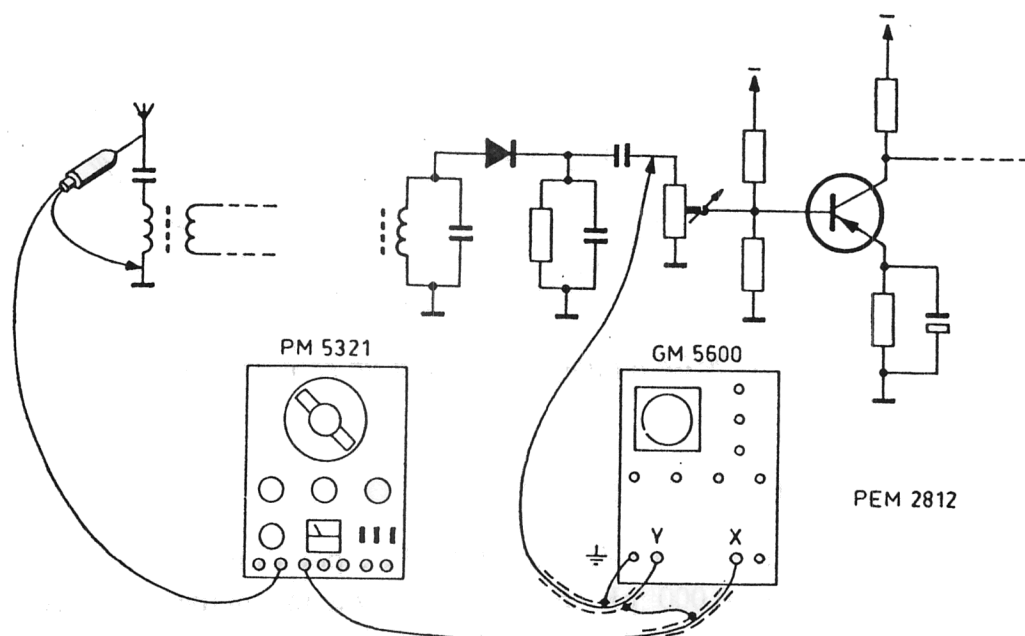

Fig. 14. Contrôle dynamique d'une courbe M.F.
1. Connecter l'amplificateur vertical de l'oscilloscope au contrôle de volume (fig. 14).